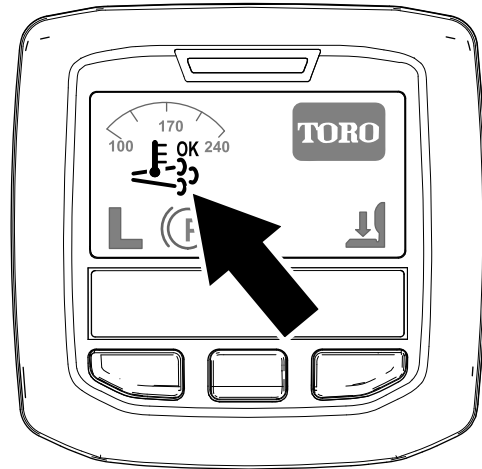

Figura 38
- Aparece el icono de restauración de asistencia o reajuste en InfoCenter (Figura 38).